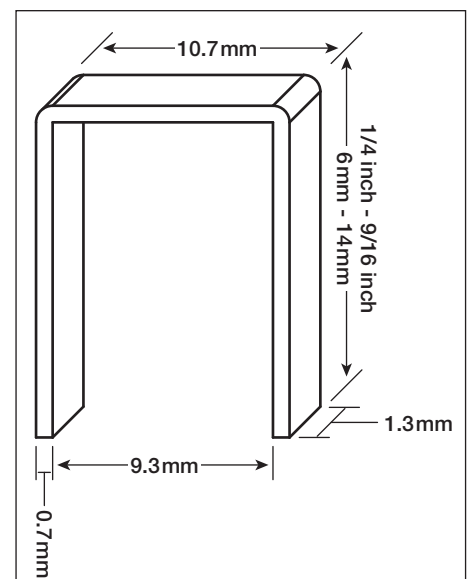

Figure 10
- Agrafes Arrow T50 ou attache équivalente avec les dimensions approximatives illustrées dans la figure 10.